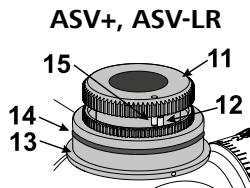

Fig. 5
5. Saque el arrastrador (11) del enclavamiento y colóquelo de manera que el pin de tope (15) del arrastrador (11) quede en el pin de tope (12) del anillo de enclavamiento (13), como se muestra en la Fig. 5.